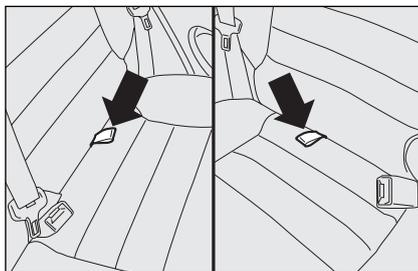

fig. 96
- tirando la maniglia posta al centro del cuscino **fig. 96**, ribaltare il cuscino desiderato;